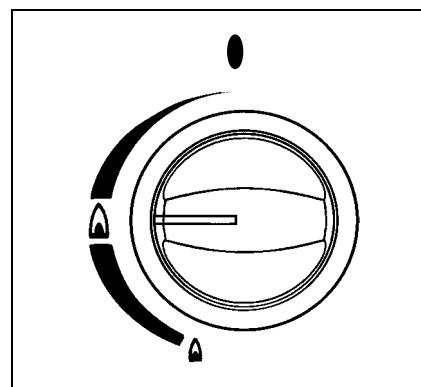

fig. 2
- Se ține apăsat butonul și concomitent se rotește spre stânga în poziția deschis la maxim. (fig.2)